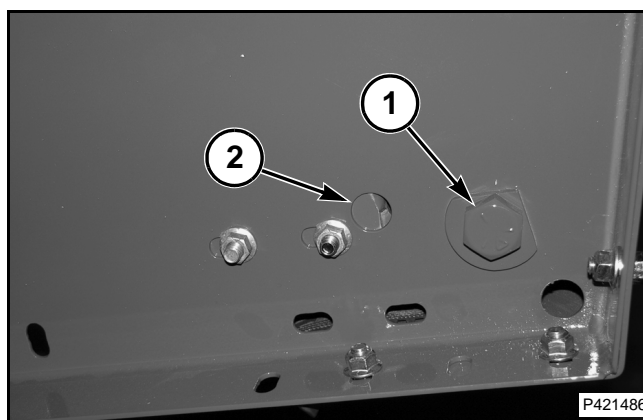

FIG. 29
FIG. 29: Afloje el perno de ajuste (1) en cada extremo del rodillo inferior de la compuerta trasera de 180° a 270°. Utilice un martillo para golpear suavemente la cabeza del perno de ajuste o introduzca una barra en el orificio (2) debajo del rodillo para mover el rodillo de la compuerta trasera. Cuando el ajuste sea el correcto, apriete el perno de ajuste.